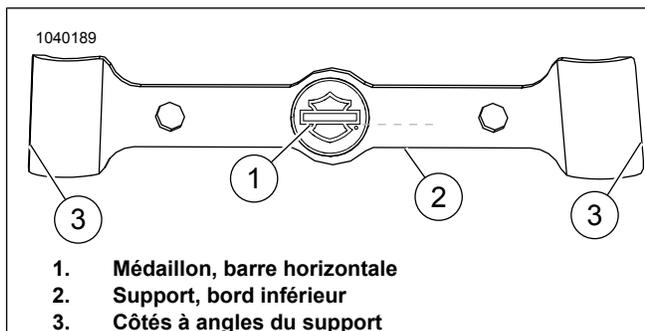

Figure 3. Alignement de médaillon
- Voir la Figure 3. Les côtés du support (3) ne sont pas symétriques. La largeur en haut est inférieure à la largeur en bas.
- Voir la Figure 3. Alignez la barre horizontale du médaillon (1) avec le bord inférieur (2) du support. Les deux doivent être parallèles.
3. Voir la Figure 3. Retirez le support adhésif des côtés gauche et droit du support (3).